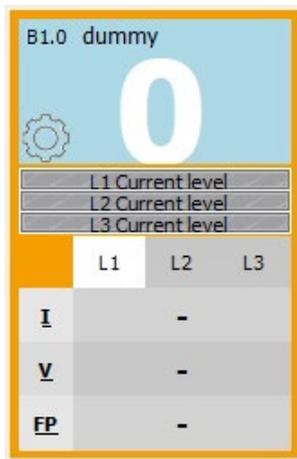

Figura 27 Electrical Boxes – Data display – Dispositivo CcM principal
- “Max. Current”: Valor nominal de corriente máxima del interruptor magnetotérmico o diferencial al que está conectado. A partir de este parámetro se actualizará el color del indicador de corriente que está circulando respecto al máximo del dispositivo eléctrico (Figura 27).